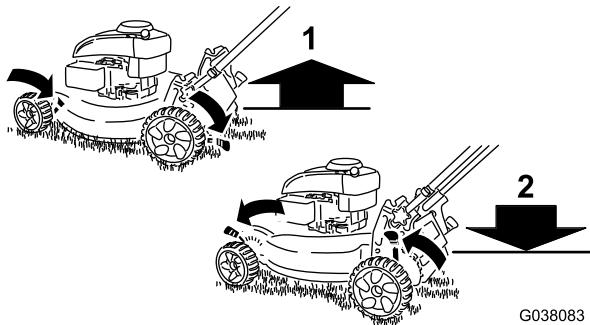

Figura 10
**Nota:** Para elevar la máquina, mueva todas las palancas de altura de corte hacia atrás. Para bajar la máquina, mueva todas las palancas de altura de corte hacia adelante (Figura 10).